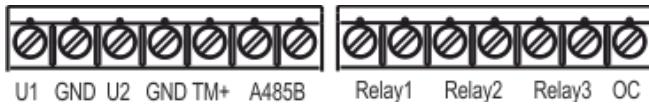

Рисунок 3
4.3 На плате установлены клеммники (рисунок 3), назначение которых приведено в таблице 1.